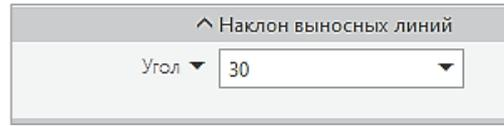

Рис. 3.9-2
4. На **Панели параметров** открыть вкладку **Наклон выносных линий** и задать угол наклона 30° (рис. 3.9-2).